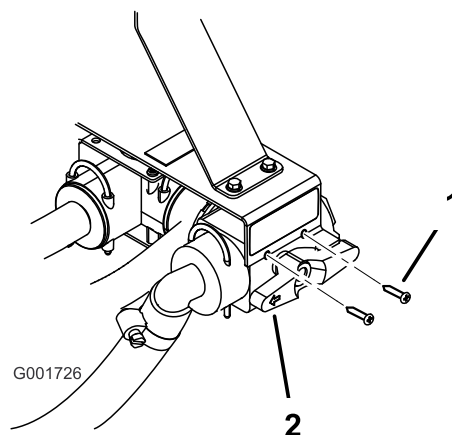

図 13
10. ねじ 2 本を使用して新しい制御バルブをブラケットに固定する（図 13）。